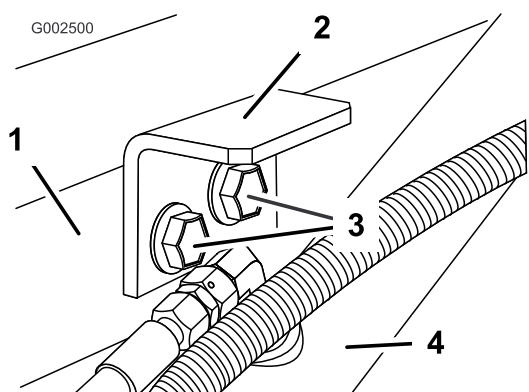

Figura 8
3. Instale los soportes de sujeción usando los 2 pernos y tuercas con arandela prensada que retiró anteriormente (Figura 8).